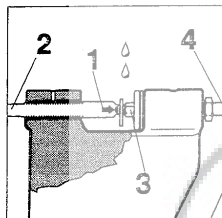

Abbildung 3
2. Richten Sie den Zahn oder das Verbindungsglied (Abbildung 3) mit dem Nietkopf (1) in der Mitte der Vertiefung (2) (Abbildung 3) aus.
3. Drehen Sie den Griff (2) so, daß die Niete (1) gegen den Kopf des Nietkegels (3) gepreßt wird.
4. Drehen Sie den Handgriff (2) einige Male, um den Nietkopf auf dem Kopf des Nietkegels (3) auszurichten.